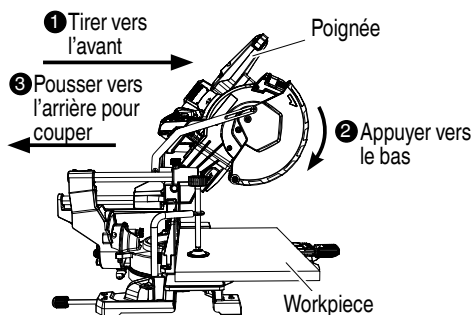

Fig. 32
Puis enfoncer la poignée et faire glisser la lame de scie en arrière pour couper la pièce comme indiqué à la Fig. 32. Cela facilitera la coupe des pièces d'une hauteur allant jusqu'à 3-1/2" (89 mm) et d'une largeur allant jusqu'à 11-1/2" (292 mm).
- Lors d'une coupe avec chariot, procéder comme indiqué à la Fig. 32. Une coupe avec chariot vers l'avant (vers l'opérateur) serait très dangereuse car la lame pourrait effectuer un retour vers le haut. En conséquence, toujours déplacer la poignée loin de l'opérateur.